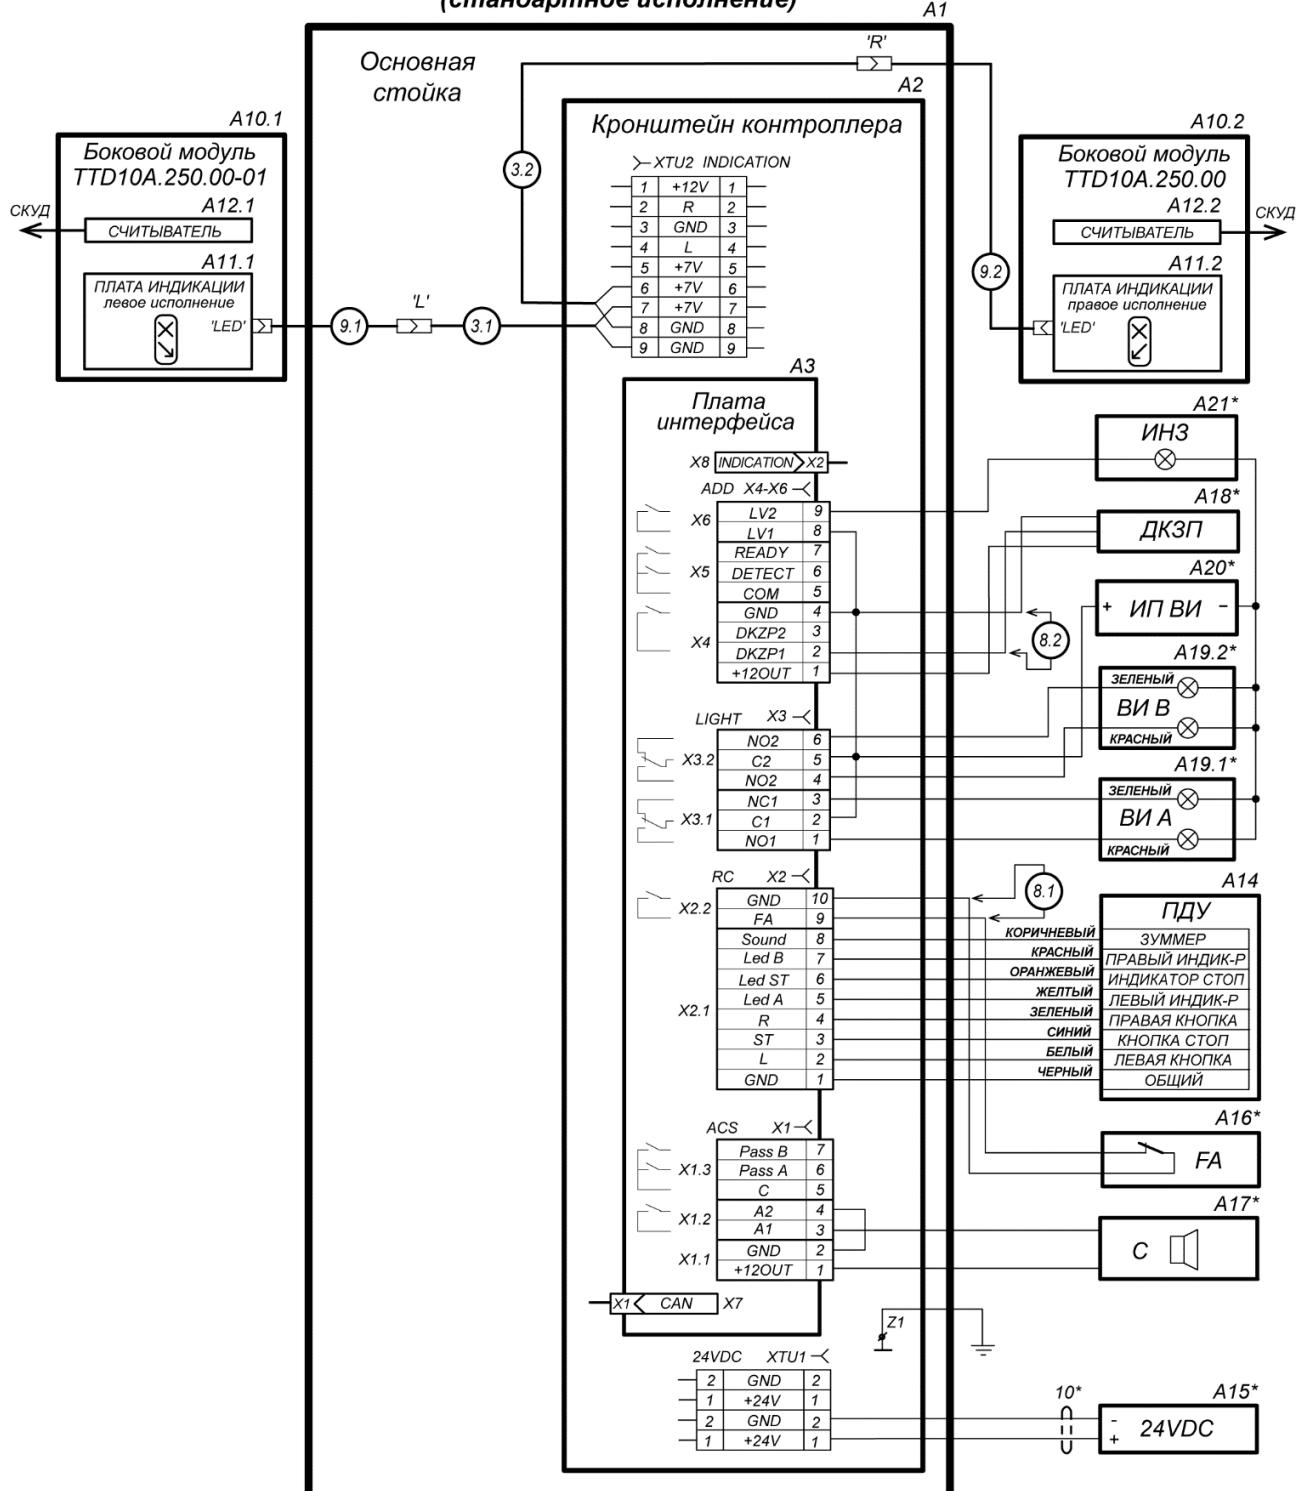

Рисунок 16. Схема соединений турникета и дополнительного оборудования для стандартной модификации PERCo-TTD-12AB¹
Подключение ДКЗП производится к контактам клеммной колодки X4, а сирены – к клеммной колодке X1 платы интерфейса (10) согласно схеме электрических соединений (рис. 16, 17).
¹ Данное оборудование не входит в стандартный комплект поставки.² На схеме рис. 16 показан один из вариантов подключения питания картоприемника, кабель питания в комплект поставки не входит.